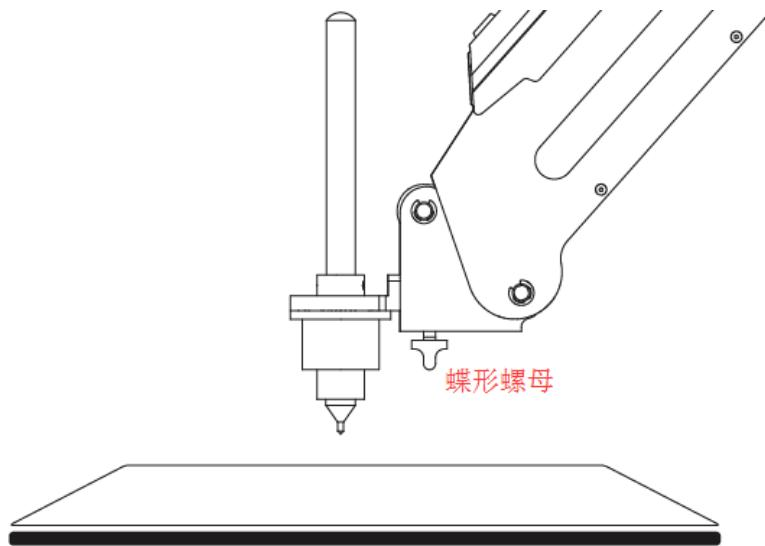

图 5.36 安装写字套件
**步骤 2** 用蝶形螺母将写字套件的夹具锁紧在机械臂末端，如图 5.36 所示。